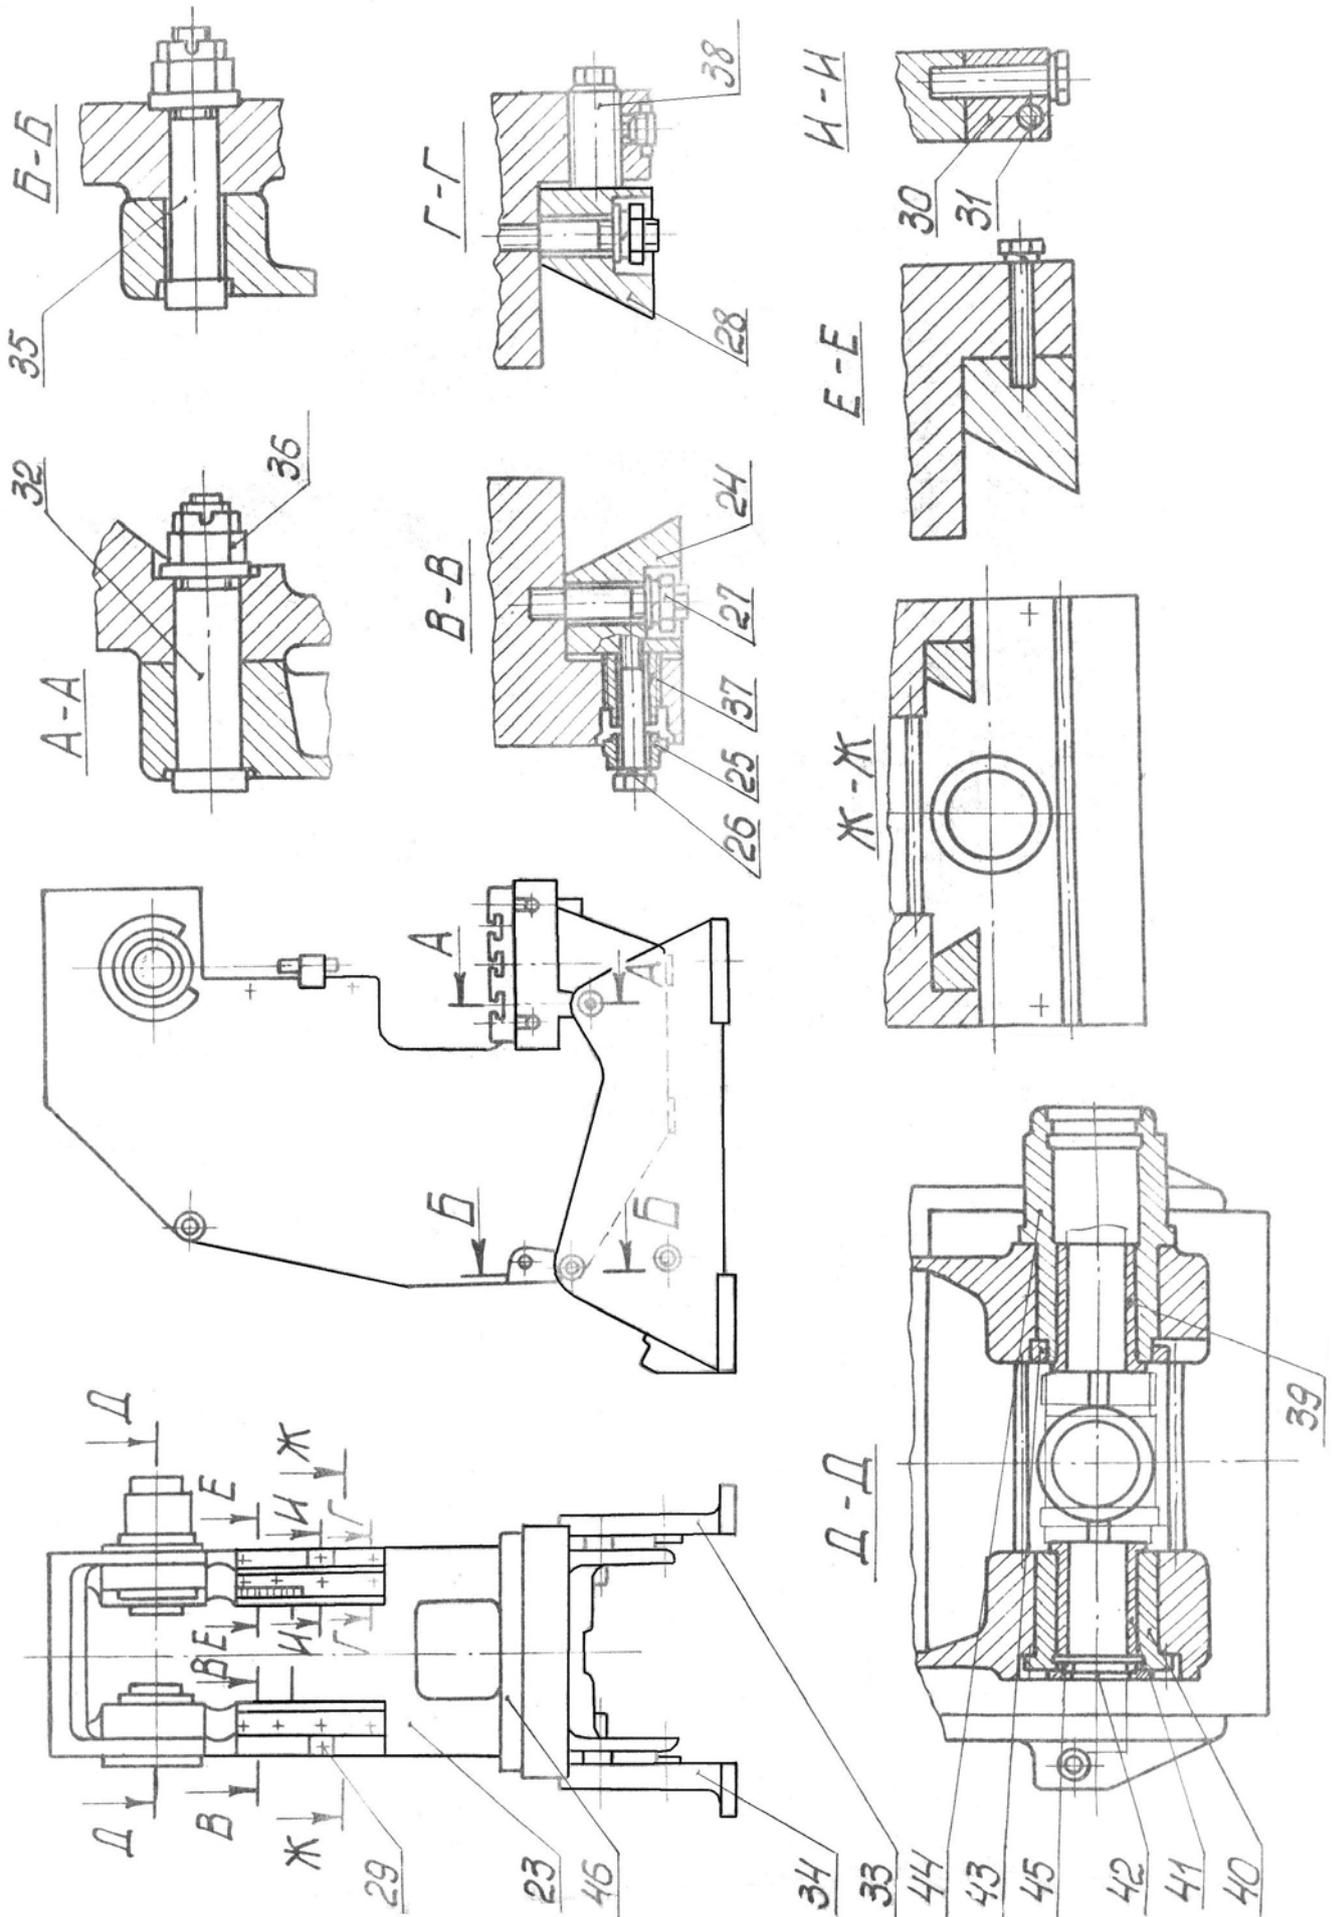
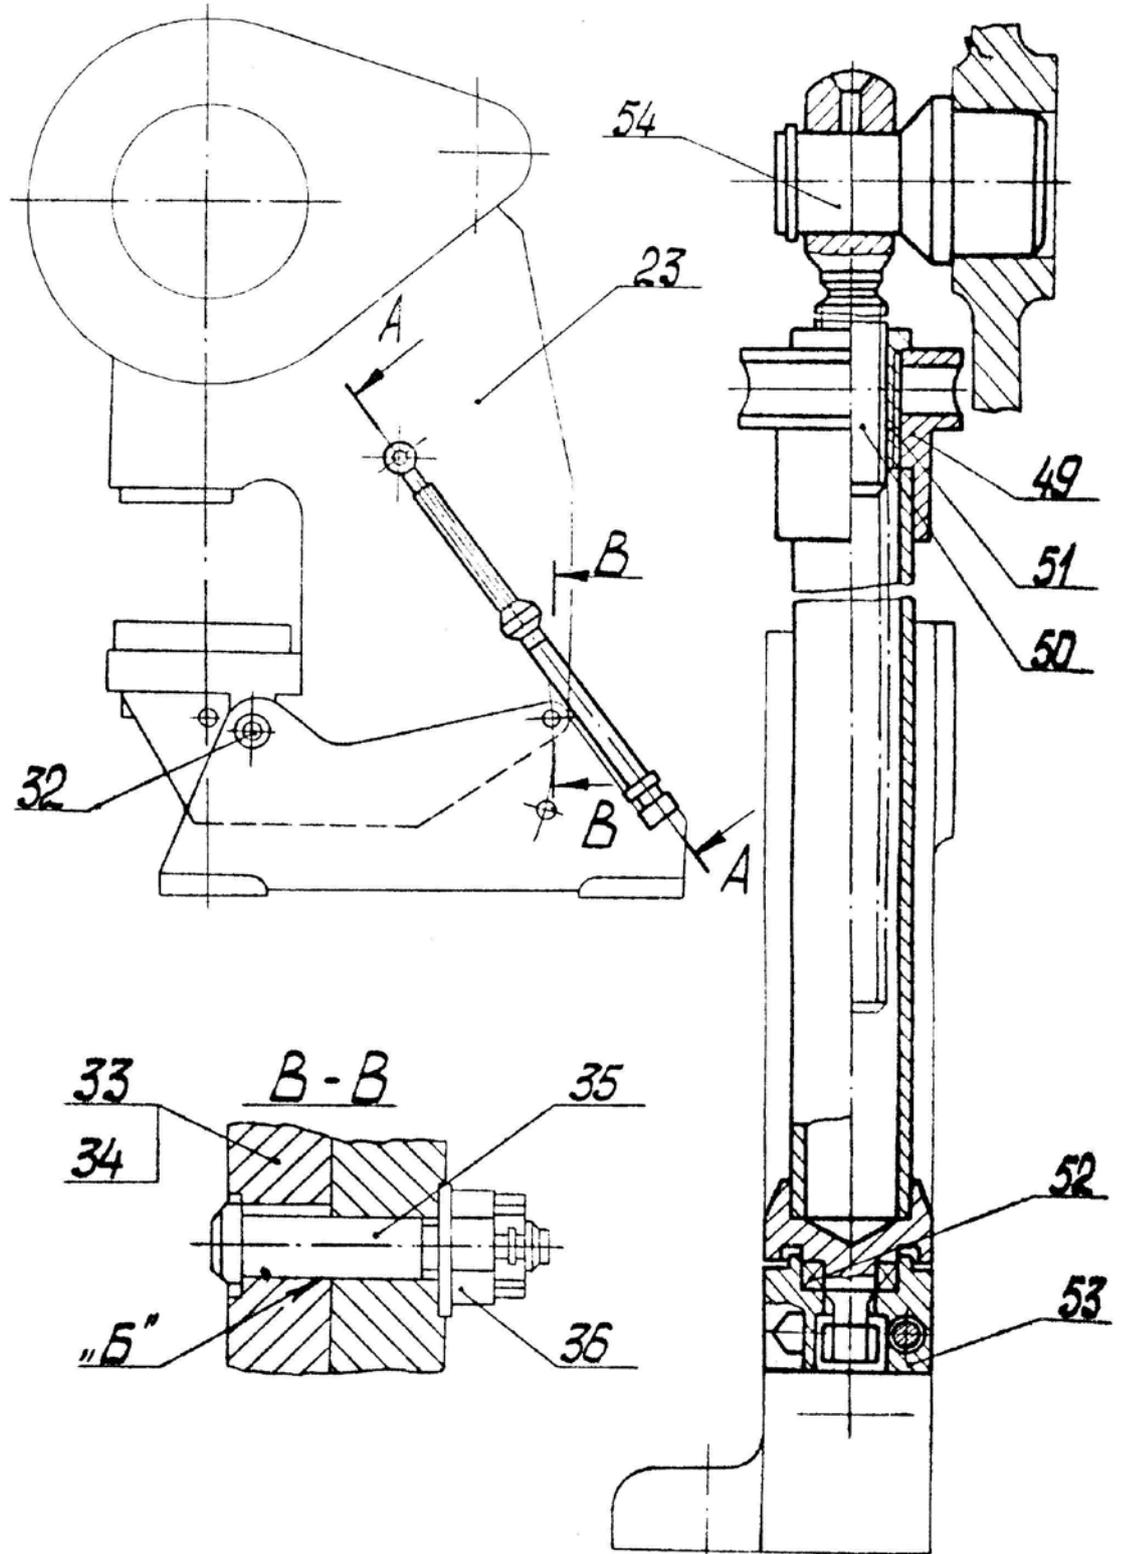

Рис. 5 Станина
Рис. 6. Механизм наклона
5.2.1. Станина 23 (рис. 5) прессы литая чугунная открытого типа. Ползун 34 (рис.) ориентируется в станине двумя клиновыми направляющими. Левая направляющая 24 регулируется прижимной головкой 25 и стяжным болтом 26, после регулировки затягивается гайками 27. Правая направляющая 28 зафиксирована и регулировке не подлежит. Для выталкивания изделий в верхней части штампа в станине предусмотрены упоры 29 и 30 с регулируемыми винтами 31. Станина может наклоняться вокруг штыря 32 под углом 10, 20, 30⁰ механизмом наклона (рис. 6)
5.2.2. Механизм наклона (рис. 6)
Наклон станины производится путем вращения тяги 49, предварительно ослабив гайку 36 штыря 32 (рис. 5) и вынув оси 35.
Узел эксцентрикового вала состоит из собственного вала 77 смонтированного в буксах 40 и 44 с бронзовыми втулками 39 и 41 (рис. 5). Регулирование величины хода ползуна осуществляется за счет изменения Суммарного эксцентриситета при вращении эксцентриковой втулки 78. Для регулирования хода расконтрить гайку 79 стопорным винтом 80 и вращением гайки 79 на себя (5...5,6 оборота) вывести из зацепления втулку 78. Повернуть ломиком втулку 78 согласно выбранной величины хода и вновь завести ее в зацепление с валом вращением гайки 79 от себя до упора. После этого гайку 79 застопорить винтом 80.
Ползун 84 совершает возвратно-поступательное движение по направляющим 24 и 28 станины (рис. 5). Регулировка штампового пространства выполняется вращением штока 85 с помощью храпового механизма, состоящего из щупа 86, храповика 87 и пальца 88, ломиком. Направление вращения указано на табличке, укрепленной на корпусе 86. Нижний предел регулировки ограничивает фиксатор 89. После окончания регулировки палец 88 обязательно поставить в нейтральное положение. Перед регулировкой штампового пространства необходимо ослабить затяжку шатуна 90 с помощью гаек 91, после регулировки вновь затянуть до предела. Регулировка зазора в шаровом соединении подпятника 92 штока 85 достигается вращением гайки 93, при этом необходимо придерживаться следующей последовательности:
Для выталкивания изделий из верхней половины штампа ползун 84 снабжен планкой 95. Регулировку момента выталкивания производить регулировочными винтами 31 упоров 30 и 29 (рис. 5).